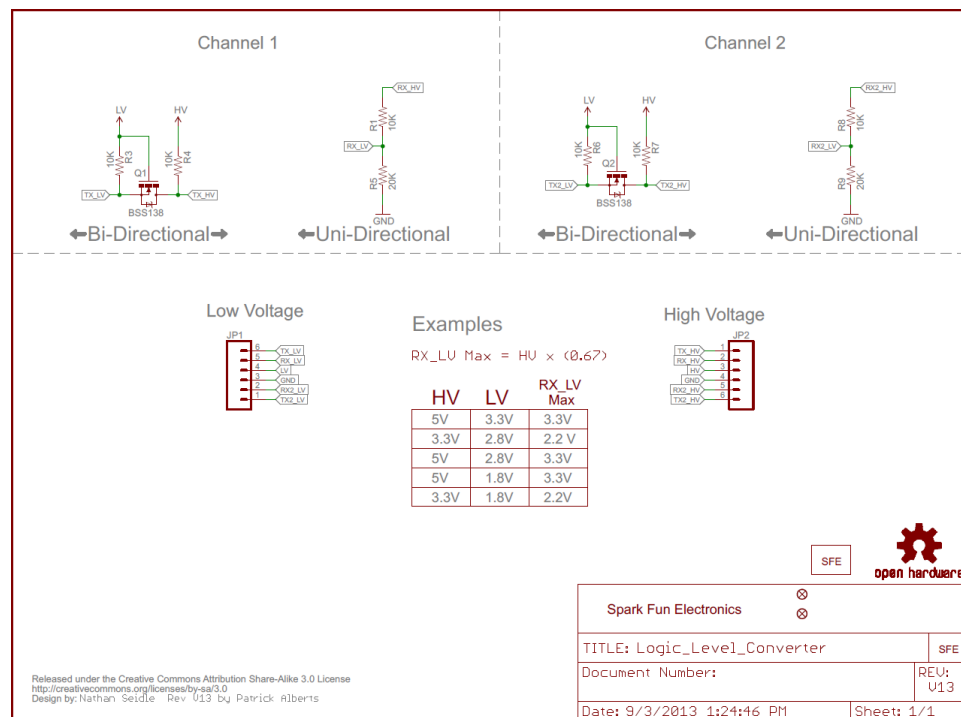

Рис.2.4.2 – принципова схема перетворювача рівнів
Для з'єднання обох плат потрібно підключити високу напругу (наприклад, 5В) до виводу "HV", низьку напругу (наприклад, 2.8В) – до виводу "LV", а також з'єднати загальну точку схеми з виводом "GND" (див. рис. 2.4.2). Інші виводи модуля позначені як входи високої напруги (HV) або низької (LV). Логічна одиниця, яка надходить на вивід HV (на стороні 5В), з'явиться на виводі LV (з боку 3.3В) у вигляді напруги 3.3В. Аналогічно, логічна одиниця, яка надходить на вивід LV (на стороні 3.3В), з'явиться на виводі HV (на стороні 5В) у вигляді напруги 5В.